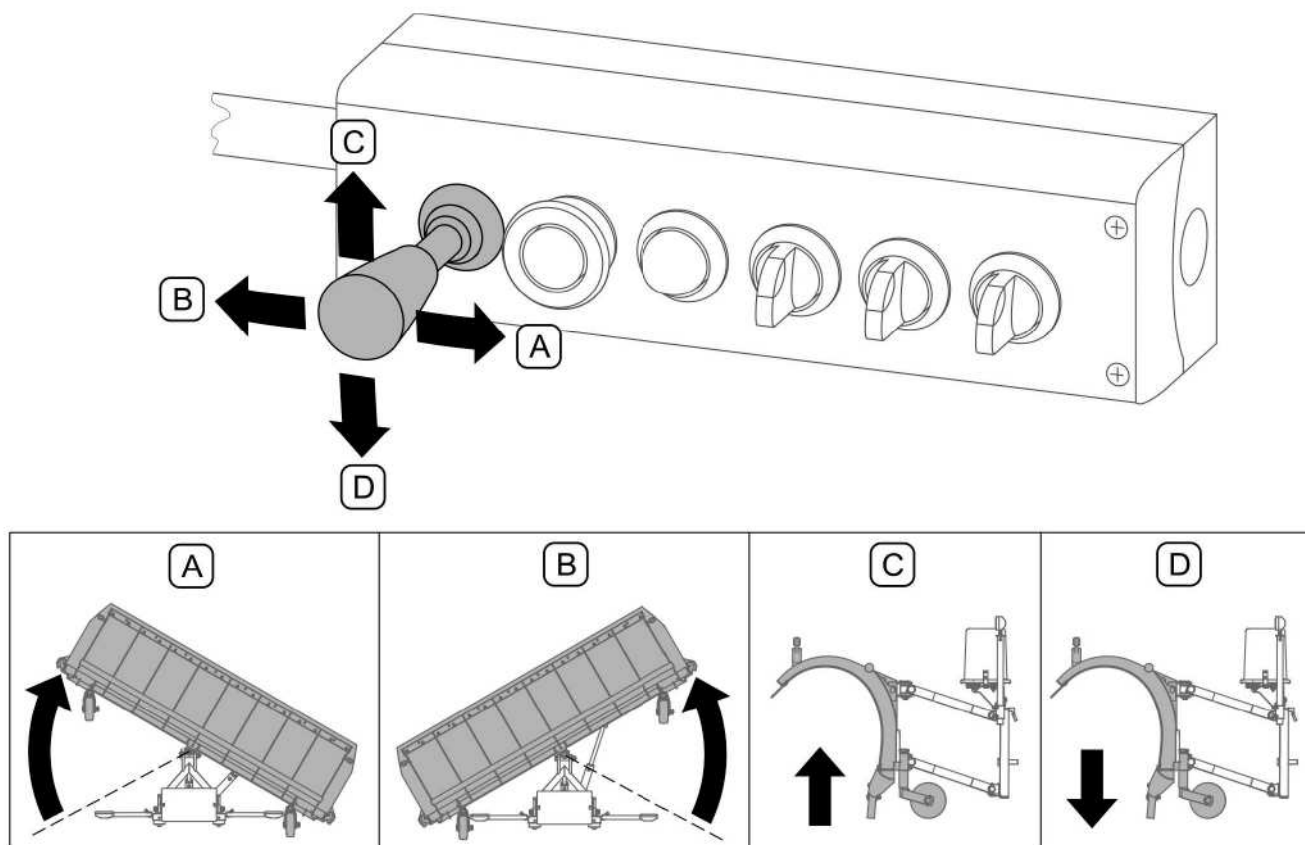

РИСУНОК 4.12Изменение рабочего положения
Плуги PU-S25H / PU-S32H / PU-S35H можно устанавливать в двух рабочих положениях и в промежуточном положении. Для изменения рабочего положения пульт управления должен быть включен (главный выключатель в положении "I"). Для изменения положения отвала служит джойстик (РИСУНОК 4.12). При переводе джойстика (многофункциональной рукоятки) в правое положение (A) отвал поворачивает в правую сторону, при переводе рукоятки в положение (B) отвал поворачивает влево. Для подъема плуга нужно перевести джойстик вперед в положение (C). Чтобы опустить плуг нужно перевести джойстик назад в положение (D). Чтобы установить отвал в промежуточное положение необходимо в надлежащий момент ослабить нажатие на джойстик, который остановится в центральном положении (нейтральном).